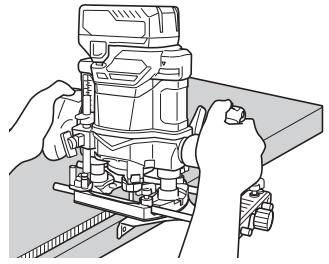

图 23
(4) 如图 23 所示，将基座底部牢牢连接到材料的处理表面。送入木工雕刻机，同时使导面保持在材料表面上。